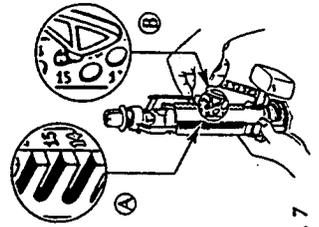

Fig. 7
- Vérifier que le numéro indiqué sur les échelles bleues (repère A) nécessaires à la fixation de l'ensemble étrier/bouton-poussoir, soit identique des deux côtés au numéro utilisé pour la fixation de la tige de levée (repère B) sur le tube de trop plein (fig.7).